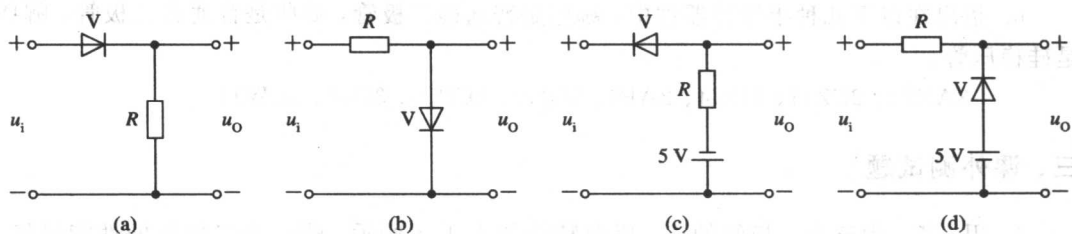

图 1-3
8. 二极管如图 1-3 所示, 已知输入电压 $u_i = \sin\omega t$ (V), 二极管的正向压降和反向电流均可忽略, 试画出输出电压 u_o 的波形。